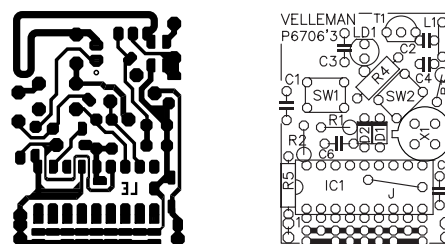

Figure 4. L'électronique de l'émetteur prend place sur cette seconde platine.
- **scankb** : le clavier volubile débranche le clavier ordinaire du PC, l'interroge lui-même et répercute à l'écran en hexadécimal toute action sur l'une de ses touches aussitôt qu'elle est relâchée (voyez à la **figure 4**). La seule façon de quitter le mode opératoire *scankb*, c'est de presser la touche de raccourci 0. (Attention, comme la réception d'un bit exige l'exécution de plusieurs instructions, la période d'horloge du clavier du PC ne peut pas être inférieure à 60 µs).
Figure 4. La commande « scankb » en action. Les premiers codes « F0 5A » sont la conséquence du retour au repos de la touche Entrée, ensuite on presse et on relâche successivement Entrée, Espace, F10, Rappel arrière et Contrôle. On quitte la séquence par la touche de raccourci « 0 ».